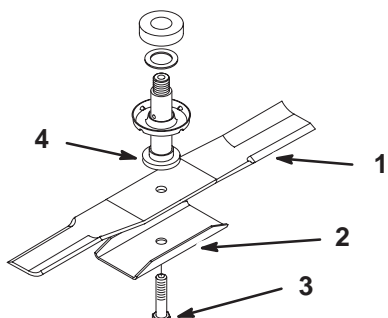

Bild 27
3. Entfernen Sie die Schraube, Messerverstärkung und das Messer (Bild 27). Sie können einen Holzklotz zwischen das Schnittmesser und das Mähwerk keilen, um das Schnittmesser beim Entfernen der Schraube zu blockieren.